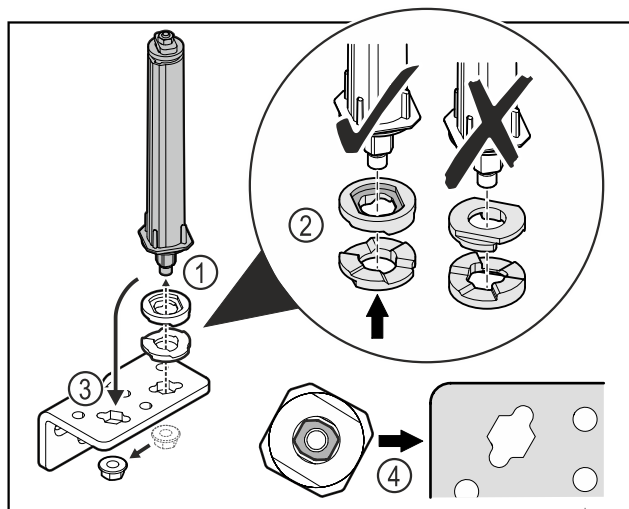

Fig. 40
- Povolte matici a odstraňte uzavírací systém dvířek Fig. 40 (1).
- Dbejte na správné vyrovnaní výškově stavitelných podložek Fig. 40 (2).
- Přesaďte uzavírací systém dvířek v úhelníku závěsu a upevněte jej maticí Fig. 40 (3).
- Při nasazování dbejte na správné vyrovnaní uzavíracího systému dvířek Fig. 40 (4).